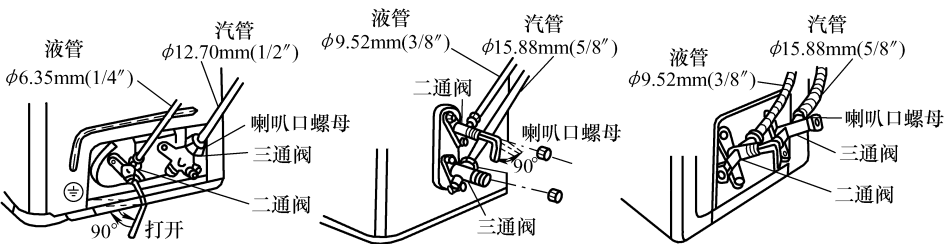

图 5-7 几种机型的排气方式
(7) 排气方式。几种机型的排气方式如图 5-7 所示，其步骤包括以下四步：